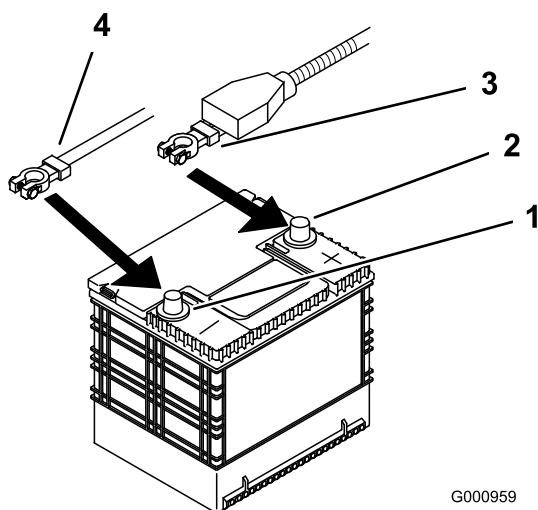

Figura 52
4. Scollegate prima il cavo negativo della batteria dal morsetto negativo (-) della batteria (Figura 52).
5. Sfilate la guaina rossa del morsetto dal morsetto positivo (rosso) della batteria. Togliete quindi il cavo positivo (rosso) della batteria (Figura 52).
4. Fissate i cavi con due bulloni (1/4 x 3/4 poll.), due rondelle (1/4 poll.) e due dadi di bloccaggio (1/4 poll.) (Figura 52).